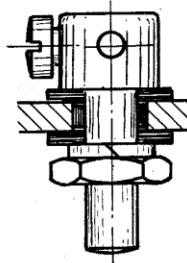

Fig. 4
30. Er der overgang i det elektriske lysystem, kan det skyldes fejl ved lysgennemføringen i højre krumtaphalvpart, se fig. 4. Den gennem skillevæggen til magnet monterede lysgennemføring er på begge sider fraisoleret med isoleringsskiver og ligger i en isoleringsbosning.